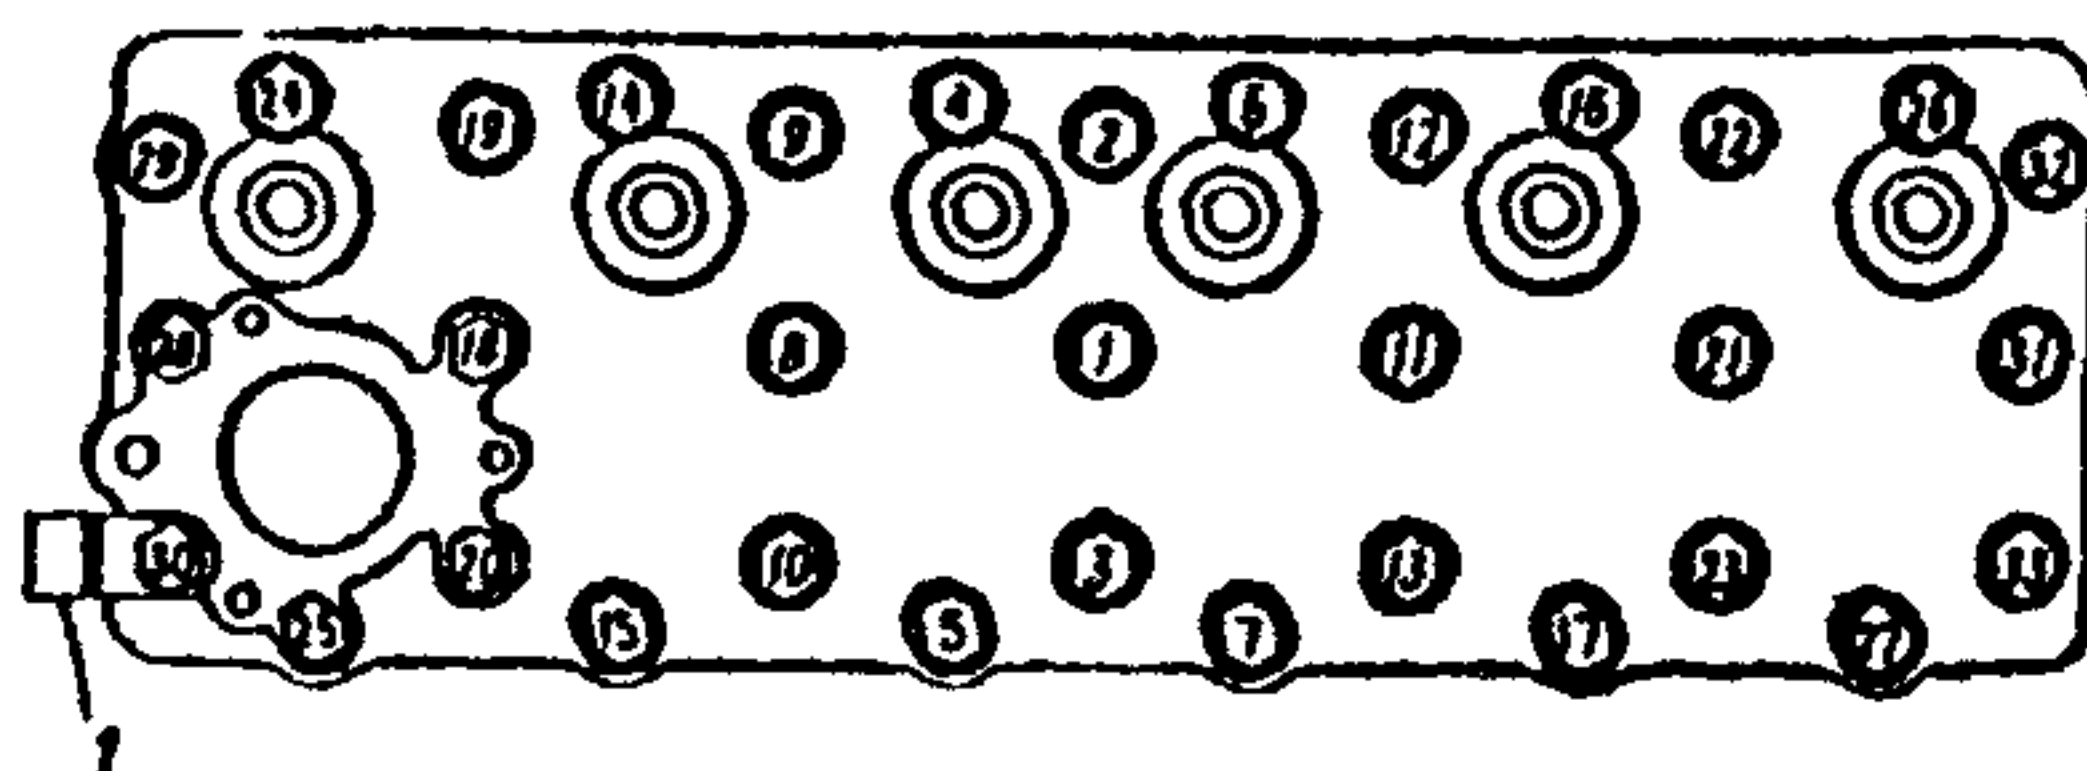

Рис. 5.28. Порядок затяжки гаек головки цилиндров и установка скобы крепления сливного шланга из испарителя автомобилей ГАЗ-52-07 и ГАЗ-52-08
2) перед креплением головки цилиндров необходимо установить все детали, крепящиеся под её гайками, а именно: тягу управления сливным краником с кронштейном, кронштейн оболочек тяг воздушной заслонки и ручного управления акселератором, кронштейн маслосливной горловины, скобу крепления вытяжной трубы вентиляции картера, скобу крепления трубки вакуумрегулятора, скобу I (рис.5.28) крепления сливного шланга от испарителя к радиатору 63-1014071-Г;
Затяжку гаек - шпилек крепления головки цилиндров производить моментом в пределах 6,7 - 7,2 кгс м в порядке, указанном на рис.5.28.